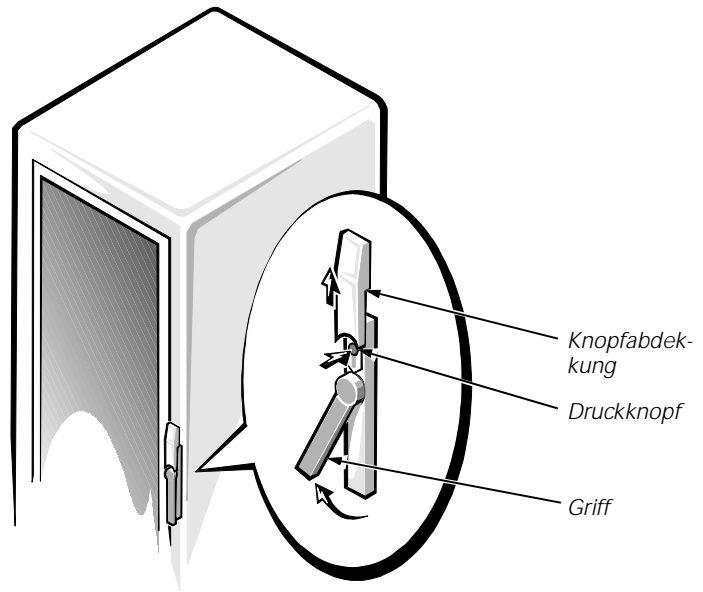

Abbildung 3-1. Tür entriegeln
1. Die Verriegelung an der Vordertür entriegeln (siehe Abbildung 3-1).
3. Die Tür schließen und verriegeln, indem der Griff entgegen den Uhrzeigersinn bis zum Anschlag gedreht wird, bis er korrekt einrastet, und dann die Abdeckung über den Druckknopf schieben (siehe Abbildung 3-1).